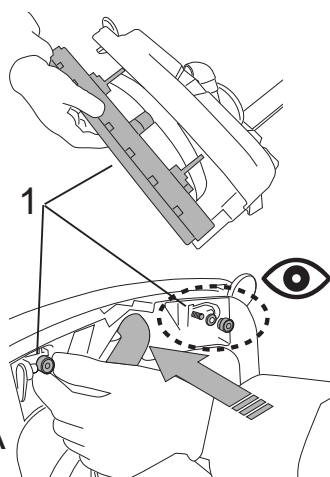

Fig.2A
- Ta maskinen ut fra emballasjen ved å løfte den i håndtaket (fig. - ref. 1). Sett den på gulvet.
- Installer den framre sugenalen (fig. 2A - ref. 1).